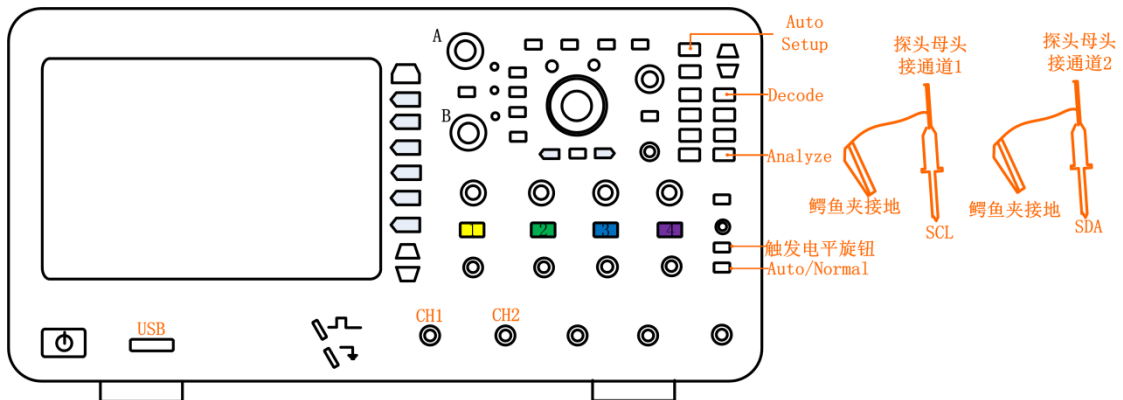

图 2.1 信号接入
- 将 MIPI-RFFE 的时钟和数据信号分别接到通道 1 和通道 2 中，如图 2.1 所示，点击【Auto Setup】一键捕获波形，让波形以较好的效果显示在界面；
- 点击示波器面板上【Decode】键，如图 2.1 所示，进入解码界面；
- 点击面板上的【Analyze】按键，如图 2.1 所示。